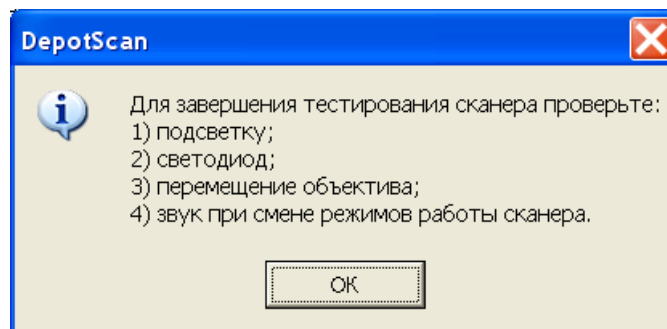

Рис. 28 Завершение программы прошивки
9. После успешного прохождения всего списка программа выдаст сообщение (Рис. 28)